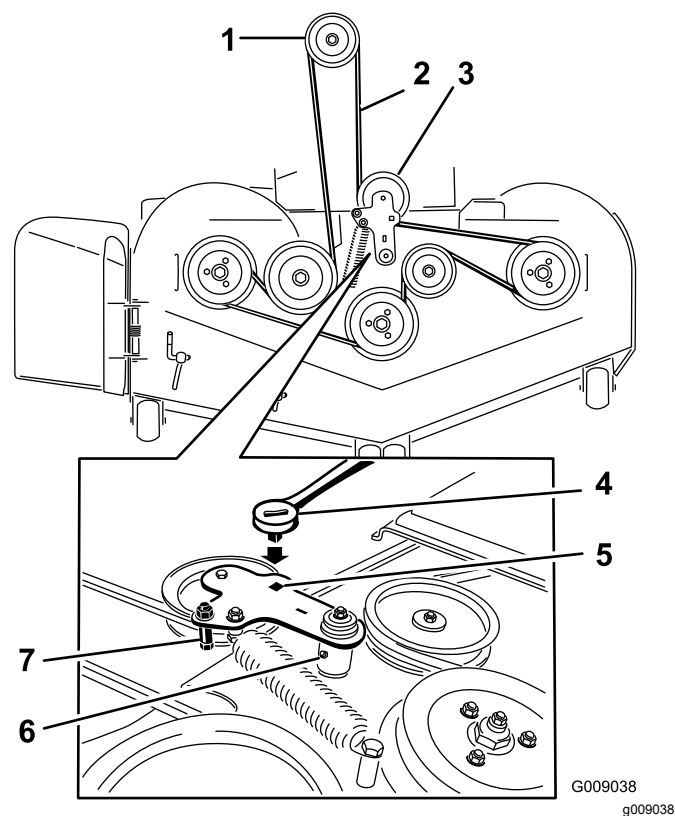

Figure 100
5. Soulevez le bac de plancher et insérez un rochet dans le trou carré de la poulie de tension du tablier (Figure 100).
6. Tournez la poulie de tension dans le sens horaire et déposez la courroie du tablier (Figure 100).